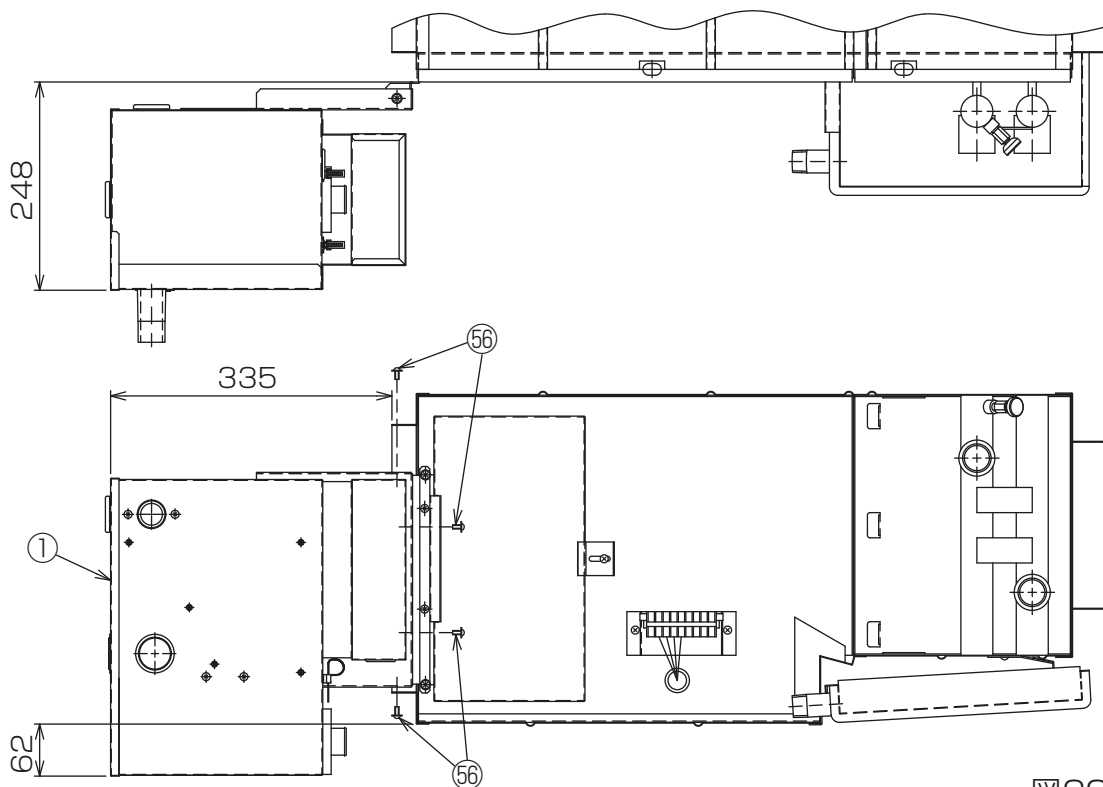

図22
- (3) 空調機本体に品番①ドレンアップメカを品番⑤⑥座付タッピンネジ 5×10(4本)にて取付けてください。[図22]